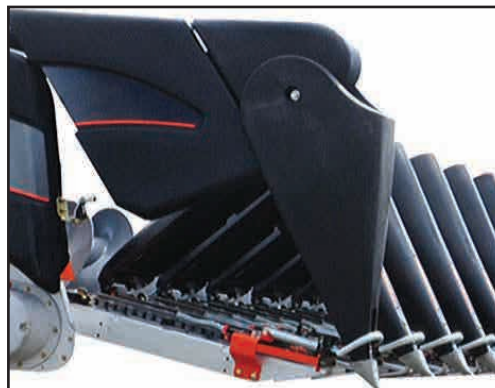

Figura 36
a) Coloque os bicos na posição de manutenção, conforme figura 36.